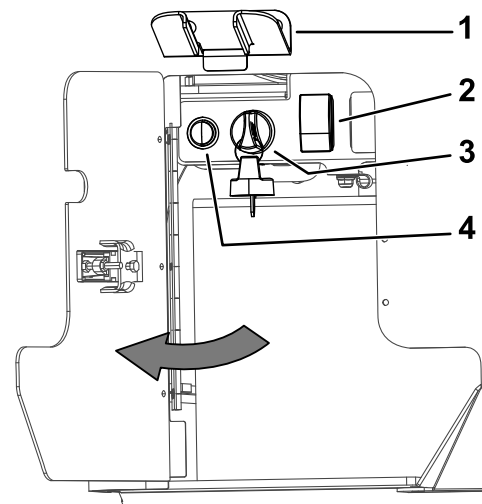

Figure 121
2. Vérifiez que la commande du tuyau d'arrosage auxiliaire est en position ARRÊT (O) (Figure 121).